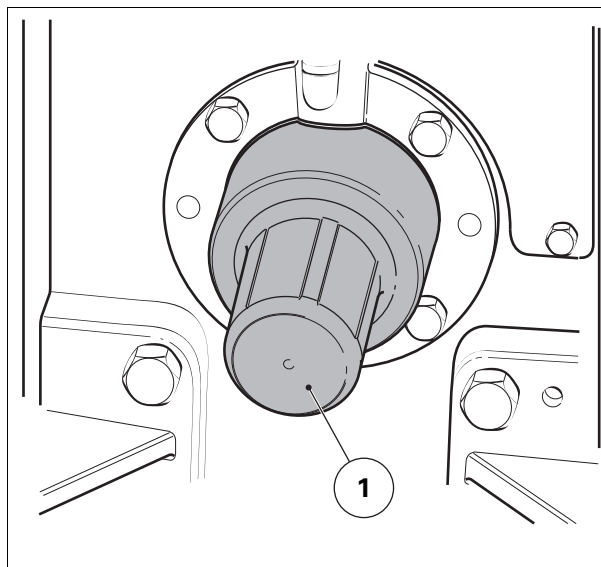

Fig. 8.
- Asegúrese de que la tapa de la TDF ((1)) está colocada cuando no se esté usando el eje de la TDF fig. 8.